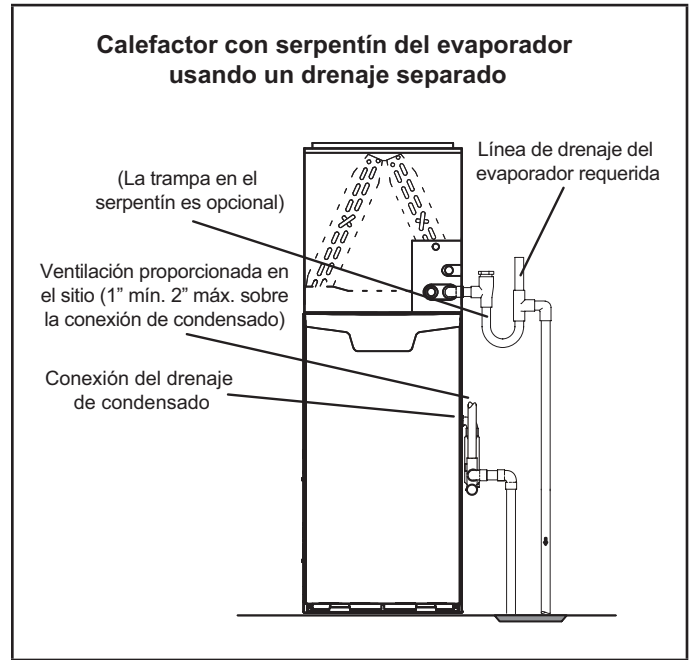
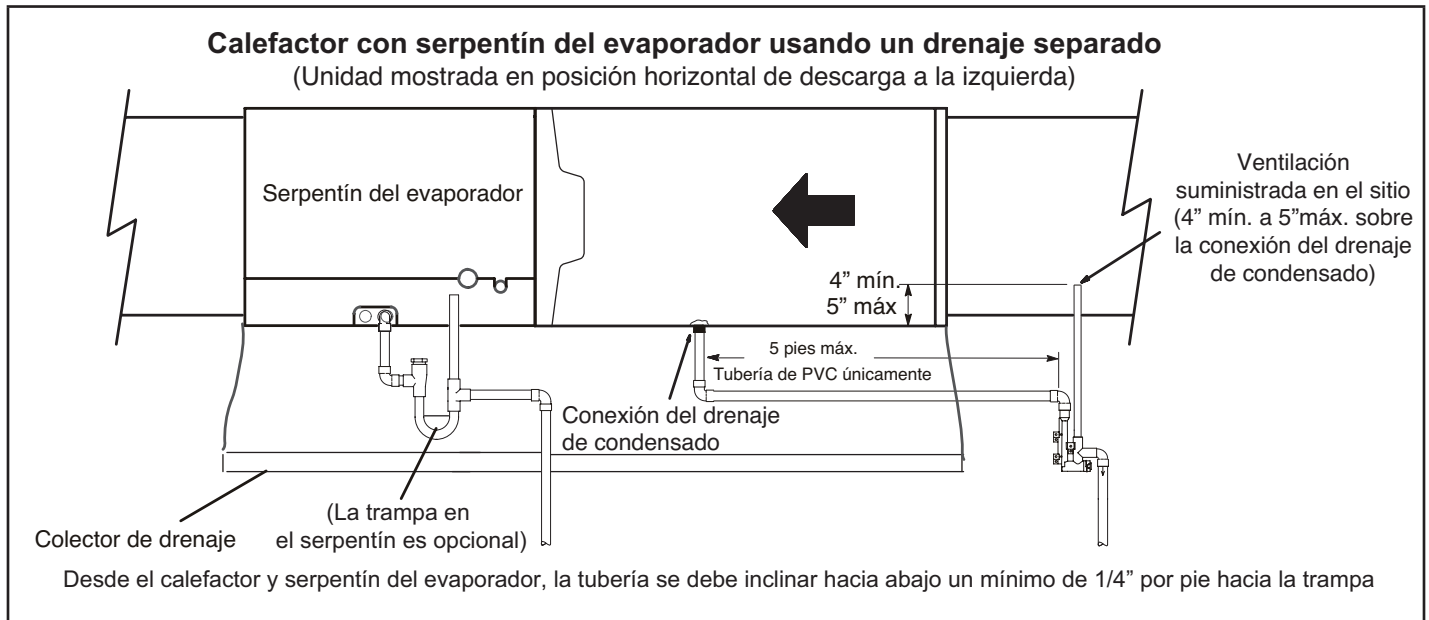
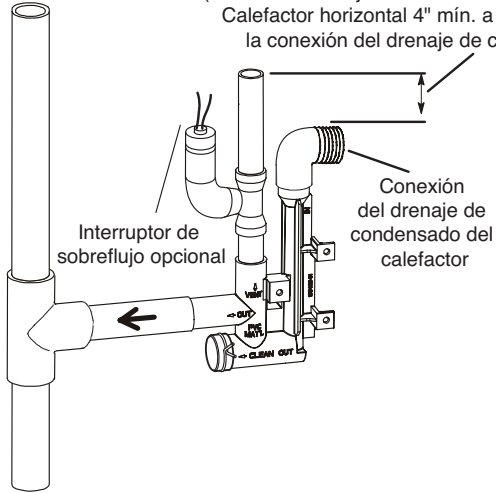

Figura 48
Figura 49
Figura 50
- 5 - La Figura 48 y la Figura 49 muestran el calefactor y el serpentín del evaporador usando un drenaje separado. Si es necesario, la línea de condensado del calefactor y del serpentín del evaporador se pueden drenar juntas. Ver la Figura 50, Figura 51 y Figura 52. **Calefactor de flujo ascendente** (Figura 51) - En aplicaciones del calefactor de flujo ascendente, la ventilación proporcionada en el sitio debe ser de un largo mínimo de 1" hasta un largo máximo de 2" arriba de la conexión de la salida de drenaje de condensado. Cualquier largo de más de 2" puede inundar el intercambiador de calor si la línea de drenaje primario combinada tuviese una restricción. **Calefactor horizontal** (Figura 52) - En aplicaciones del calefactor horizontal, la ventilación proporcionada en el sitio debe ser de un largo mínimo de 4" hasta un largo máximo de 5" arriba de la conexión de la salida de drenaje de condensado. Cualquier largo de más de 5" puede inundar el intercambiador de calor si la línea de drenaje primario combinada tuviese una restricción.